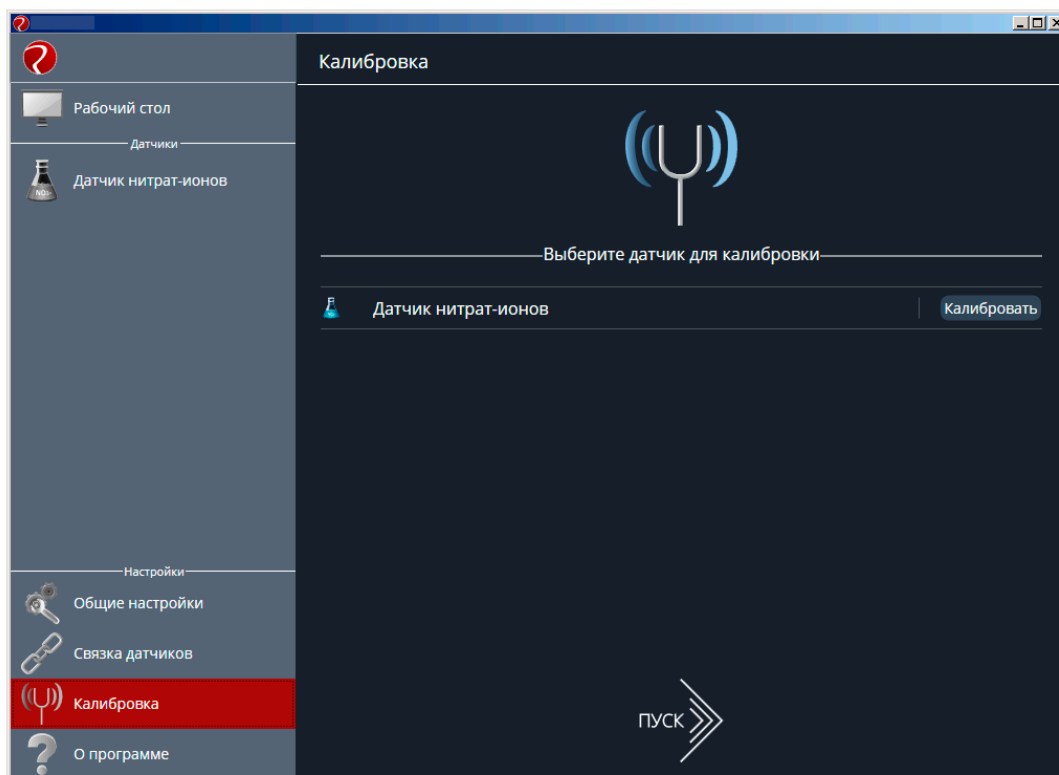

Рисунок 2 – Окно выбора калибруемого датчика
- 6) На панели «Настройки» выбрать пункт меню «Калибровка». В появившемся списке датчиков выбрать режим «Калибровать» для датчика нитрат-ионов (рис. 2).